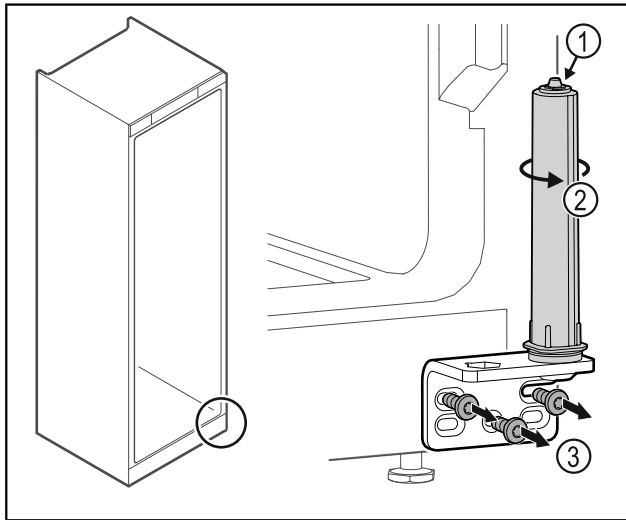

Fig. 36
- ▶ Не розбирати систему закриття дверей Fig. 36 (1).
- ▶ Повертати систему закриття Fig. 36 (2) до клацання.
- ▶ Відкрутити шарнірний кутик Fig. 36 (3).